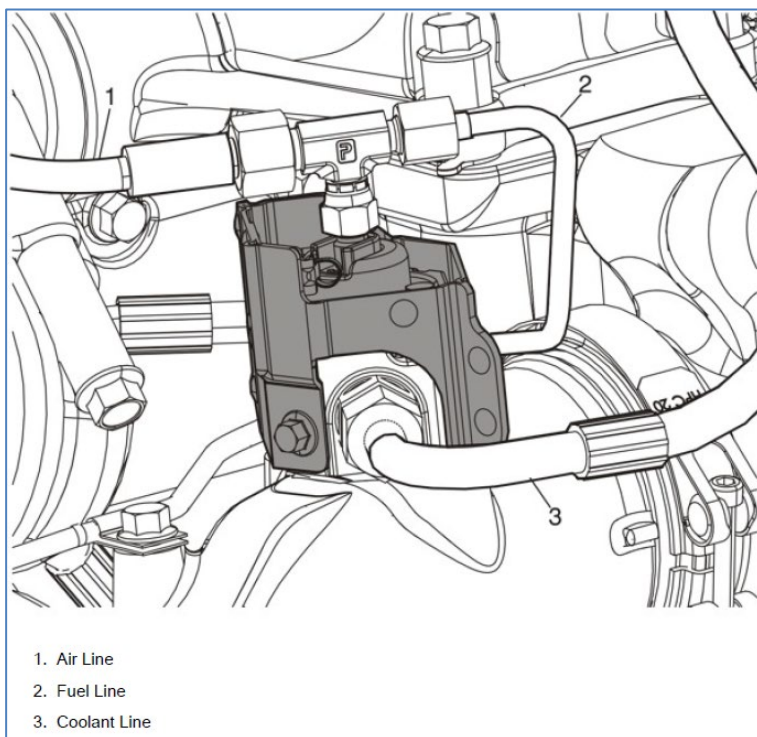
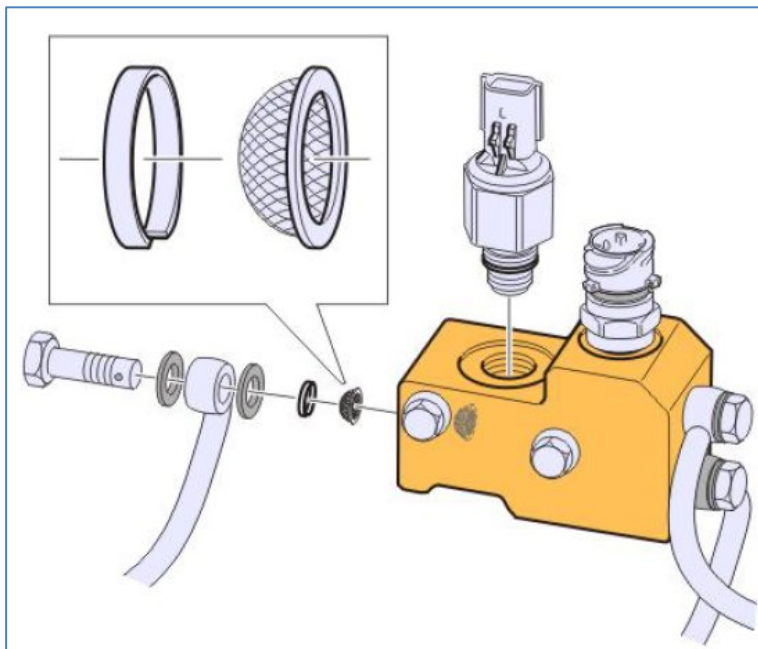
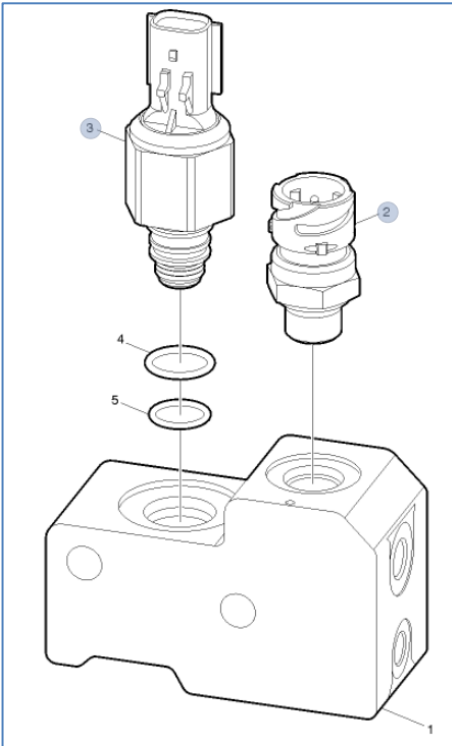

FIGURE 12
FIGURE 13: DISTRIBUTEUR
FIGURE 18
9. **US10** – Remplacez l'injecteur AHI (7e injecteur) (Figure 12), la vanne d'arrêt (AHI fuel shut off valve) (FIGURE 18), le clapet antiretour (check valve) et le distributeur (manifold) (FIGURE 13).
11. Remplacez les capteurs de pression du carburant (FIGURE 16, FIGURE 17) et le capteur de pression AHI (FIGURE 18).